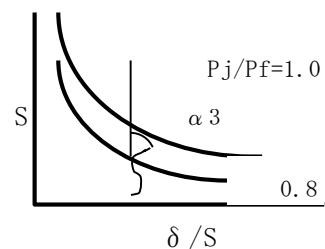

図 4 S～δ/S 管理図例
2. $P_j/P_f \geq 0.8$ で $\alpha 3 \geq 1$ (図 4 参照)